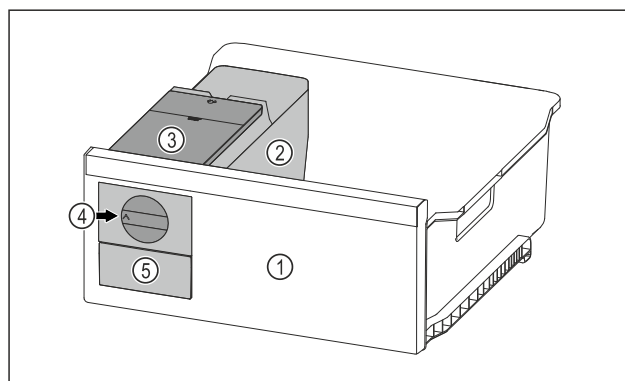

Fig. 179 Примерно изображение
- Завъртете въртящото се копче Fig. 179 (4) по часовниковата стрелка до упор.
- Ледените кубчета падат от формата за ледени кубчета в чекмеджето за ледени кубчета Fig. 179 (5). Ако не всички ледени кубчета се освобождават от формата за ледени кубчета: